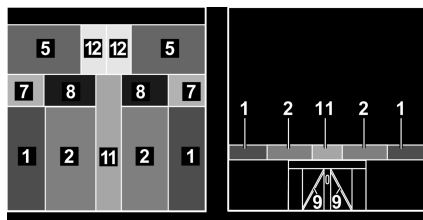

Fig. 139 Después de la transformación
- Tirar el cojín del asiento (Fig. 139,2) de los bancos longitudinales hacia el centro.
- Colocar los cojines del respaldo (Fig. 139,1) de los bancos longitudinales entre los cojines del asiento y las paredes exteriores.
- Tirar los cojines de asiento (Fig. 139,8) del ensanchamiento del banco longitudinal hacia el centro.
- Colocar los cojines del respaldo (Fig. 139,7) del ensanchamiento del banco longitudinal entre los cojines del asiento y las paredes exteriores.
- Colocar el cojín adicional (Fig. 139,11) entre los cojines del asiento sobre la mesa.
- Colocar el cojín adicional (Fig. 139,12) sobre las prolongaciones del banco.